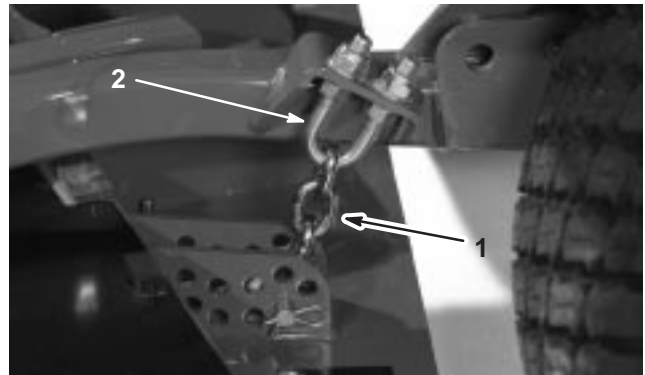

Bild 12
- Entfernen Sie den Splint und den Lastösenbolzen, mit denen die Schnitthöhenkette an der Rückseite des mittleren Mähwerks befestigt ist (Bild 12).